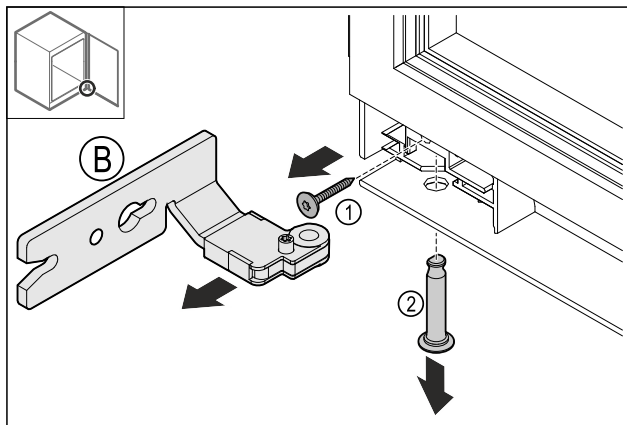

Fig. 16
- Retirer la vis Fig. 16 (1).
- Retirer le boulon Fig. 16 (2).
- Retirer la charnière *Fig. 16 (B)*.